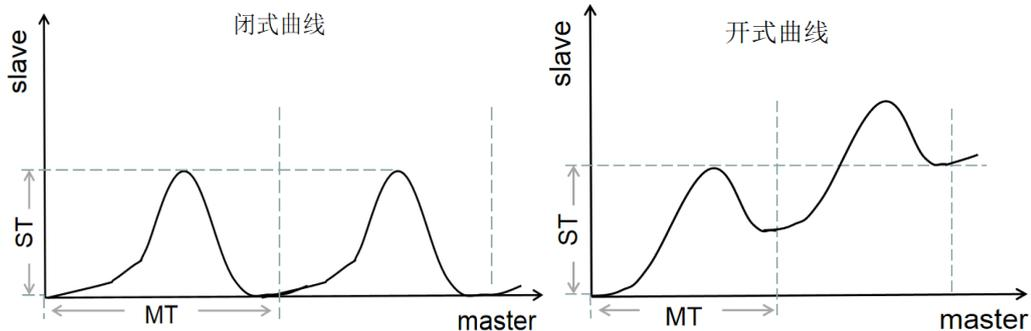

图 7.1.1 电子凸轮运动曲线
- (1) 电子凸轮属于多轴同步运动(速度位置同步)，这种运动(也叫 Follow 运动)是基于主轴和一个或者多个从轴系统。主轴可以是物理轴，也可以是虚拟轴(一种算法，没有实际的输出)；
- (2) 从轴可以跟随主轴的规划位置或者实际位置，从轴也可以直接跟随外部的编码器输入；
- (3) 从轴可以指跟随主轴的某个运动方向(正向或者负向)或者双向跟随；
- (4) 与从轴之间的同步，通过用户设定的多个数据段自动规划，每个数据段包含主轴位移，从轴位移，速度规划类型三个参数，即主轴在完成设定位移的过程中，从轴也自动完成设定位移，这个过程的速度曲线由速度规划类型决定；
- (5) 每个从轴有两个 FIFO 用于缓存同步数据段，每个 FIFO 最多可以存储 32 个数据段，通过手动切换，其中一个 FIFO 的数据用完后会自动切换到另外一个 FIFO；
- (6)通过配置 FIFO 的循环次数，可实现从轴周期性的跟随；
- (7)同步的启动可以配置为立即启动，也可以配置为主轴穿越某个位置时自动启动；
- (8)启动位置和终点位置是否一致可以将电子凸轮曲线分为闭式曲线和开式曲线，如图 7.1.1；